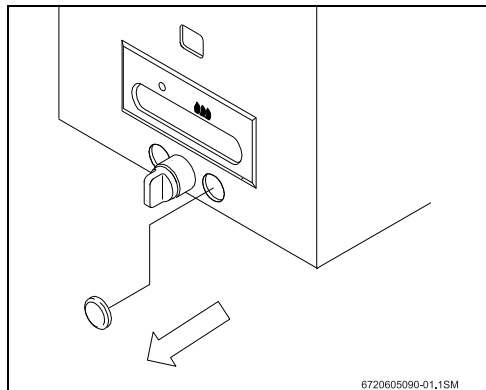

Fig. 1
- Enlever les bouchons de fermeture se trouvant sur la calandre (voir Fig. 1).